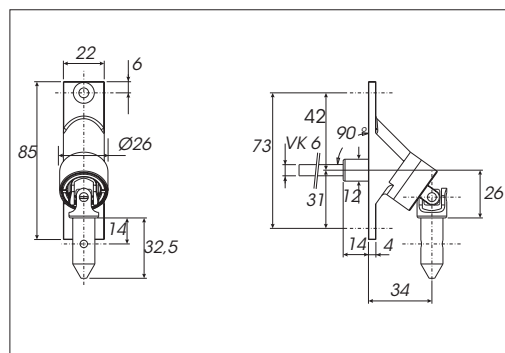

Fig. 10a : Sortie 90°
- Pour les dimensions de la sortie, voir fig. 10a et 10b.